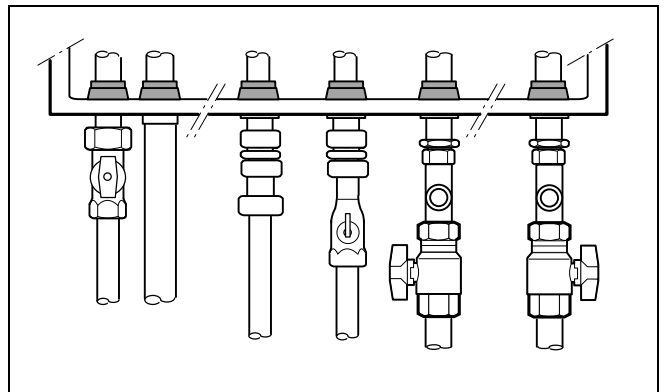

Abb. 43 Sichtprüfung auf Korrosionserscheinungen
- Alle gas- und wasserführende Rohre auf Korrosionserscheinungen prüfen (Abb. 43).